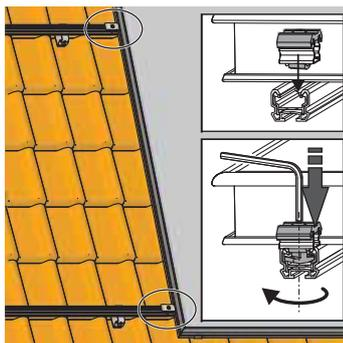

Figure 3-22 Insérez la mise à terre double
1. Insérez les mises à la terre doubles dans le rail de profilé supérieur et inférieur, pressez vers le bas avec la clé mâle coudée posée sur la vis et déplacez-la d'env. 45° dans le sens des aiguilles d'une montre (afin que le profilé inférieur parvienne à la bonne position de serrage) (Figure 3-22).